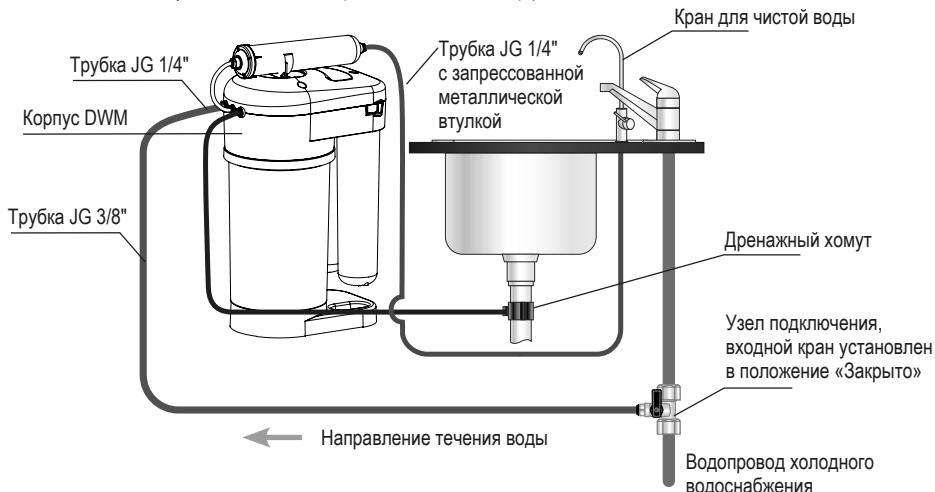

Рис. 2
Определите удобные места расположения крана для чистой воды и DWM. При этом обратите внимание на то, чтобы подводящие трубы проходили свободно, без изломов и перегибов (рис. 2).
- Соедините трубкой JG 1/4" (d 6,35 мм, L=0,17 м) входной штуцер (рис. 11) с корпусом DWM в соответствии со схемой (рис. 2).
Шаг 1 Подсоедините подводящие трубы, следуя рисункам ниже. Схема подключения трубок показана на рис. 2.